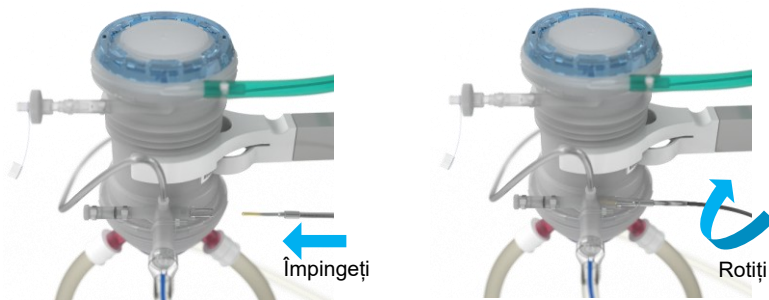

Figura 15 Conectarea senzorului de temperatură la oxigenator
- Conectați senzorul roșu HA T1 la ieșirea oxigenatorului HA și senzorul roșu PV T1 la ieșirea oxigenatorului PV (Figura 15).